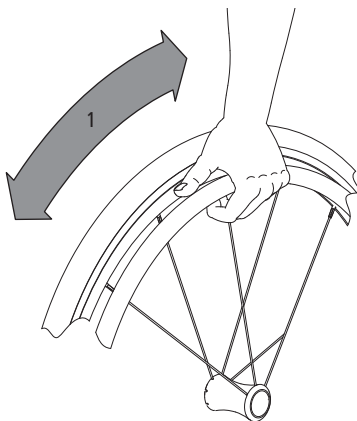

Abb. 18
1. Greifen Sie dazu die Greifreifen mit der Hand und drehen Sie das Rad nach vorne bzw. hinten (1, Abb. 18). Dabei wird die Hand mit dem Daumen in Fahrtrichtung auf den Greifreifen gelegt und die anderen Finger umschließen zur Faust geformt den Greifreifen.